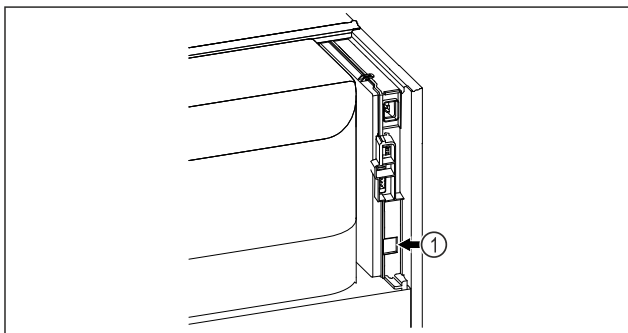

Fig. 83
- Moduli SmartModule Fig. 83 (1) është vendosur.